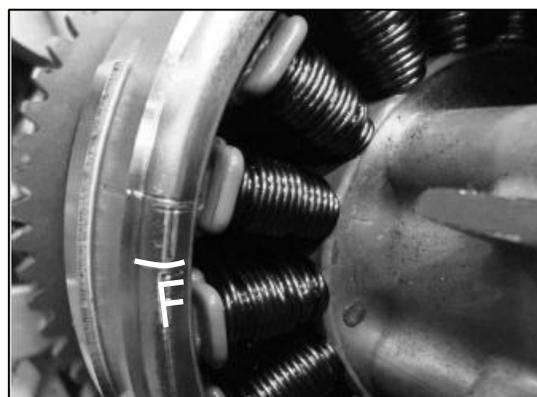

Fig.7.59
- Marca tiempo eléctrico en la volante Fig.7.59.